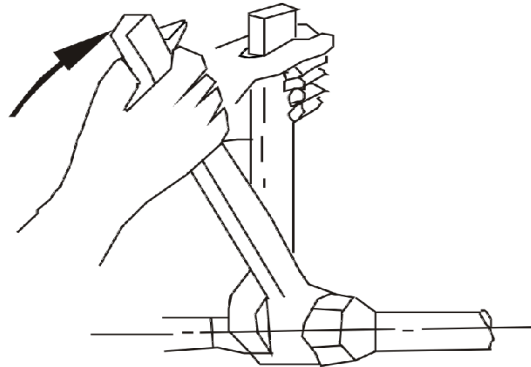

Abbildung 8: Schematische Darstellung der Wasserleitungsinstallation
- ◆ Beim Anschluss der Zu- und Abflussrohre müssen die beiden zu verbindenden Rohrteile mit zwei Rohrzanzen festgeklemmt werden, um sicherzustellen, dass sich das Gerät, die Zu- und Abflussrohre nicht drehen. (Siehe Abbildung 8)